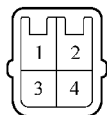

图 10-26 鼓风机电阻的测量方法
2) 测量鼓风机电阻端子间的电阻, 并与图 10-26 中的值进行比较。